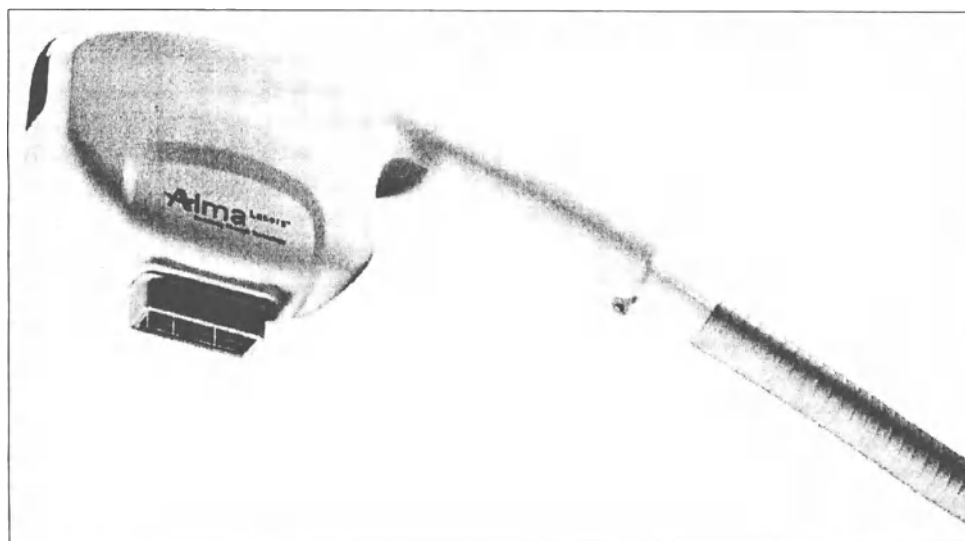

Рисунок 10.5-1: Модуль **SHR Pro (5) охлаждаемый** (коричневый цветовой код)
Модульный наконечник **SHR Pro (5) охлаждаемый** имеет коричневый цветовой идентификационный код (см. Рисунок 10.5-1).